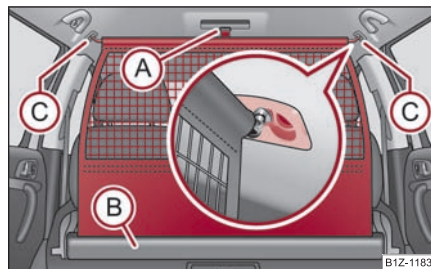

Fig. 106 Desenrollar la red divisoria
- Tire de la red divisoria por la lengüeta (A) y sáquela de la caja (B) ⇒ fig. 106.
- Monte la barra transversal en el alojamiento (C), primero en un lado, y presione la barra transversal hacia delante.
- Sujete de igual modo la barra transversal en el otro lado del vehículo, alojamiento (C).
- Tire de la barra transversal un poco hacia atrás, primero en un lado y seguidamente en el otro lado, y saque la barra transversal de los alojamientos (C) ⇒ fig. 106.
- **Mantenga** la barra transversal de tal modo, que la red divisoria pueda enrollarse lentamente y sin daños en la caja (B).